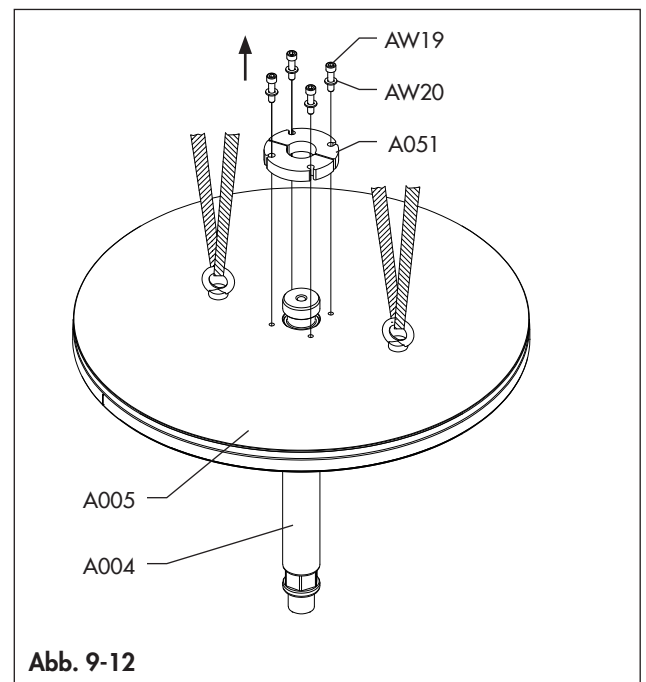
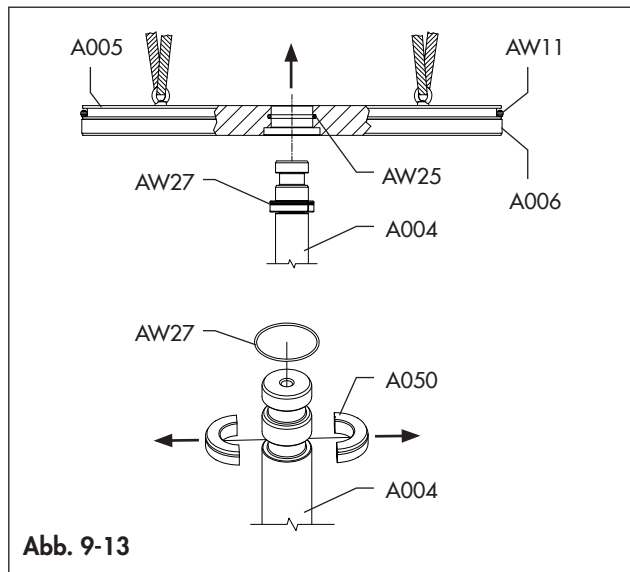

Abb. 9-12
Abb. 9-13
Siehe Abb. 9-12 und Abb. 9-13.
- Lösen und entfernen Sie den Kolben (A005) von der Welle (A004). (Abb. 9-13)